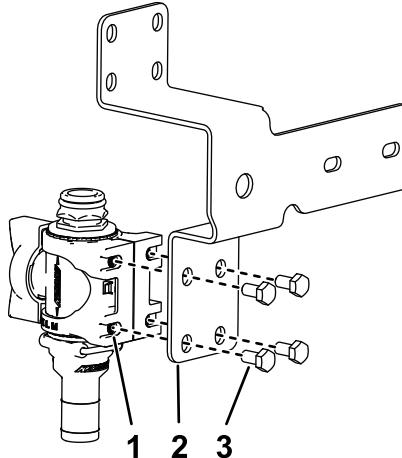

Figura 28
- Monte el soporte de la válvula en la escuadra de la válvula de control del kit (Figura 28) con los 4 pernos con arandela prensada (M6 x 12 mm); apriete los pernos a 10-12 N·m.